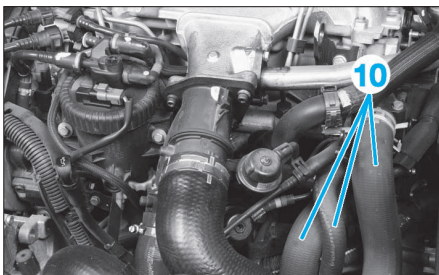

FIG. 87
- Débrider le circuit de direction assistée (9) sans ouvrir le circuit.
- Désaccoupler les durits (10) (Fig.87).